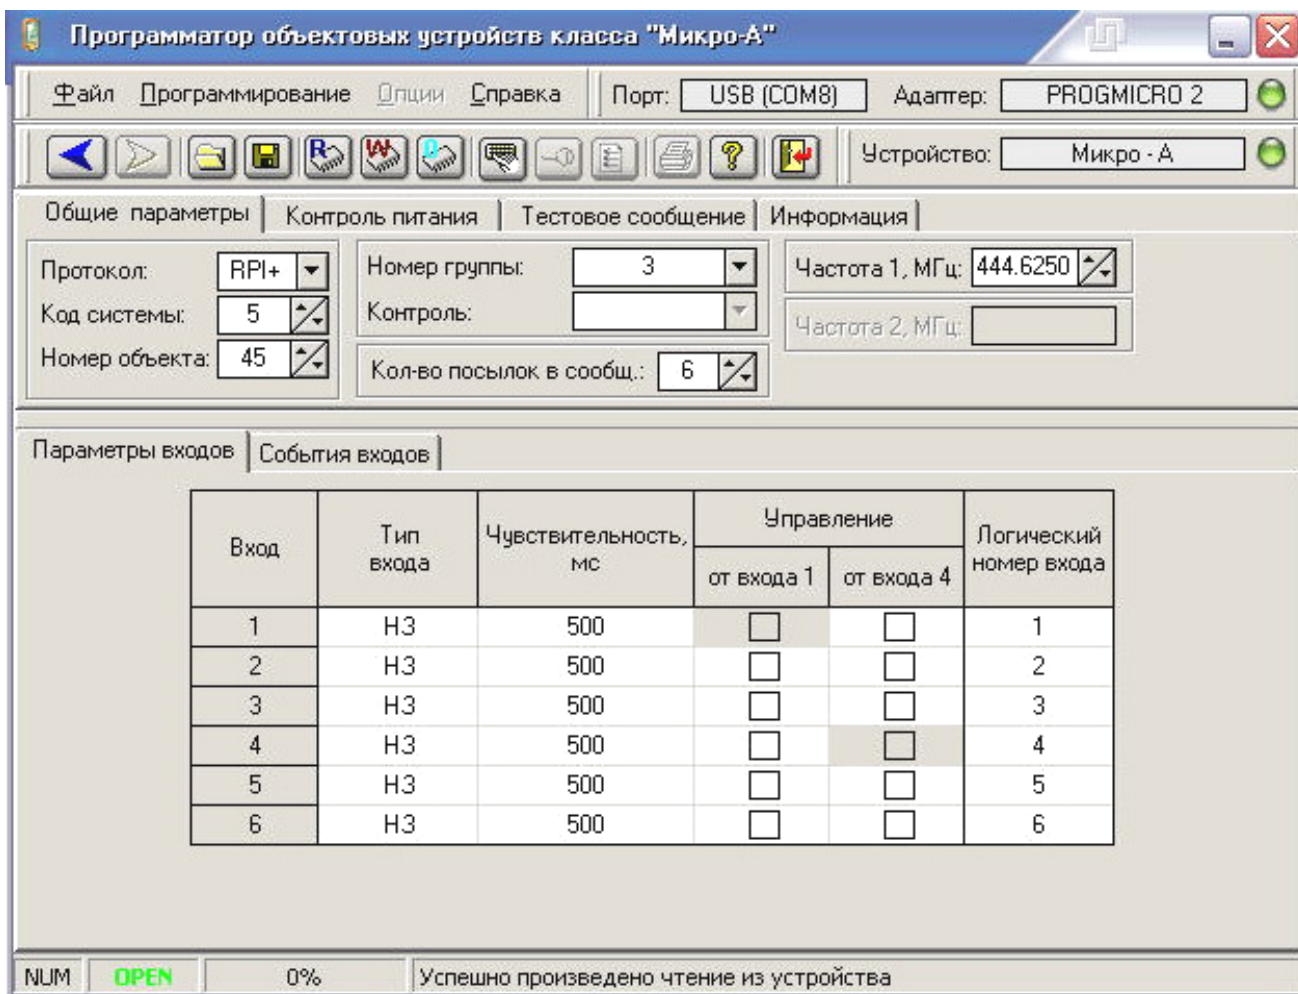

Рисунок 2 – Вкладка «Общие параметры»
1.4.9.2 Вкладка «Общие параметры» (см. рисунок 2) позволяет изменить следующие параметры передатчика:
1.4.9.5 Таблица «Параметры входов» (см. рисунок 2) позволяет изменить следующие параметры передатчика: